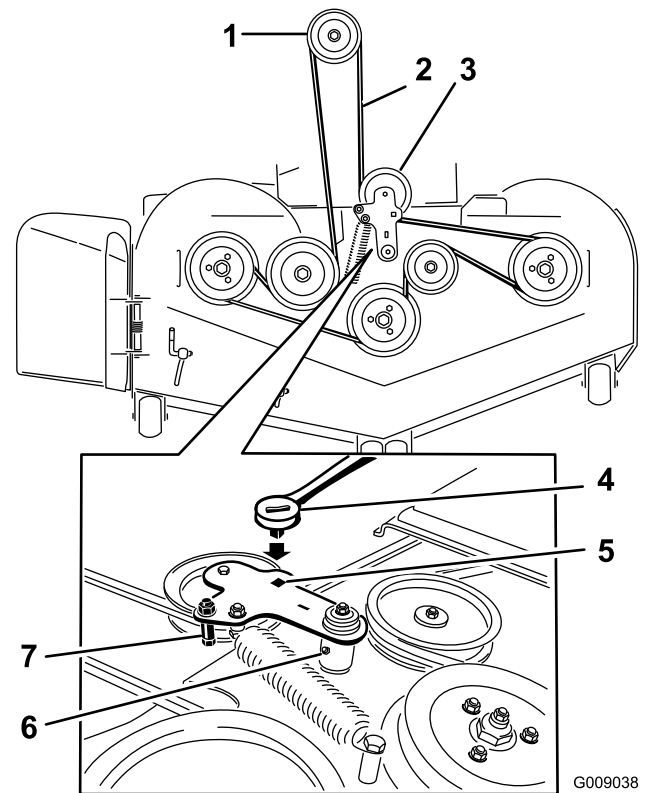

Figure 92
5. Insérez un rochet dans le trou carré du bras de la poulie de tension pour détendre le ressort de la poulie de tension (Figure 92).
7. Enlevez le guide-courroie situé sur le bras de la poulie de tension rappelé par ressort (Figure 92).
9. Acheminez la courroie neuve autour des poulies du tablier de coupe et de la poulie d'embrayage, sous le moteur (Figure 92).
10. Montez le guide-courroie sur le bras de la poulie de tension (Figure 92).
11. Insérez le rochet dans le trou carré et montez le ressort de la poulie de tension (Figure 92).